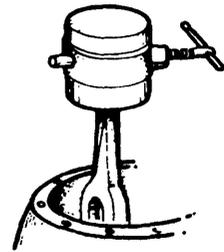

Fig. 5
- 5° paso *Retire los pistones (fig. 5).*